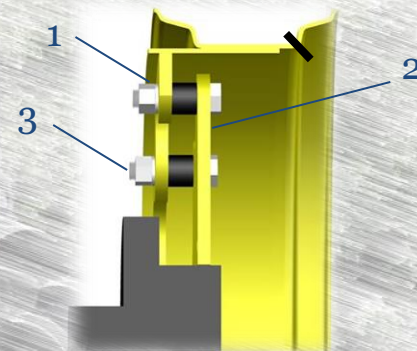

Рис.1
Установите трактор на ровной площадке так, чтобы к нему был свободный доступ со всех сторон. Убедитесь в устойчивости трактора к опрокидыванию. Проверьте наличие всех комплектующих. В комплект сборочных единиц передних колес (см. рис.1) входят:
- Для работы в междурядье 450 мм собираем колесо согласно схеме см. рис.1.